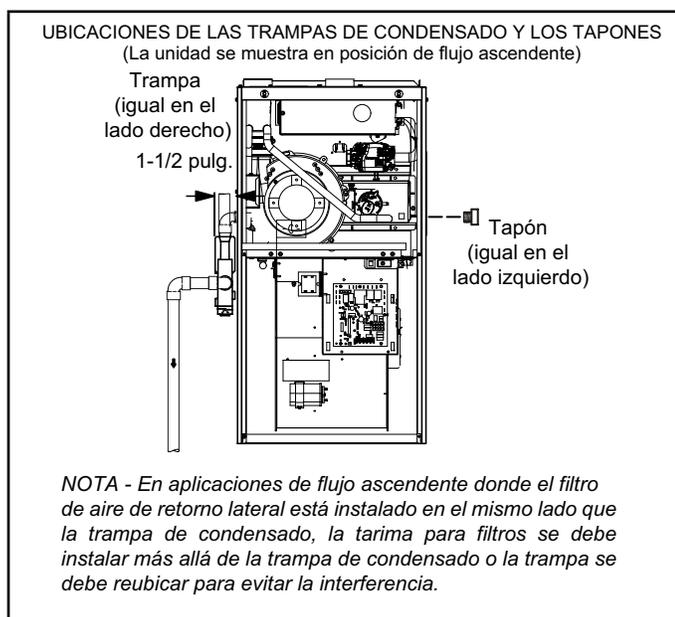

FIGURA 45
- 2 - Use un destornillador grande de punta plana o una extensión de la boquilla de accionamiento de 1/2" y retire el tapón (Figura 45) de la caja del cabezal del extremo frío en la ubicación apropiada en el costado de la unidad. Instale el accesorio del codo macho hembra de 3/4 NPT en la caja del cabezal del extremo frío. Use cinta de Teflón o un recubrimiento para tuberías apropiado.